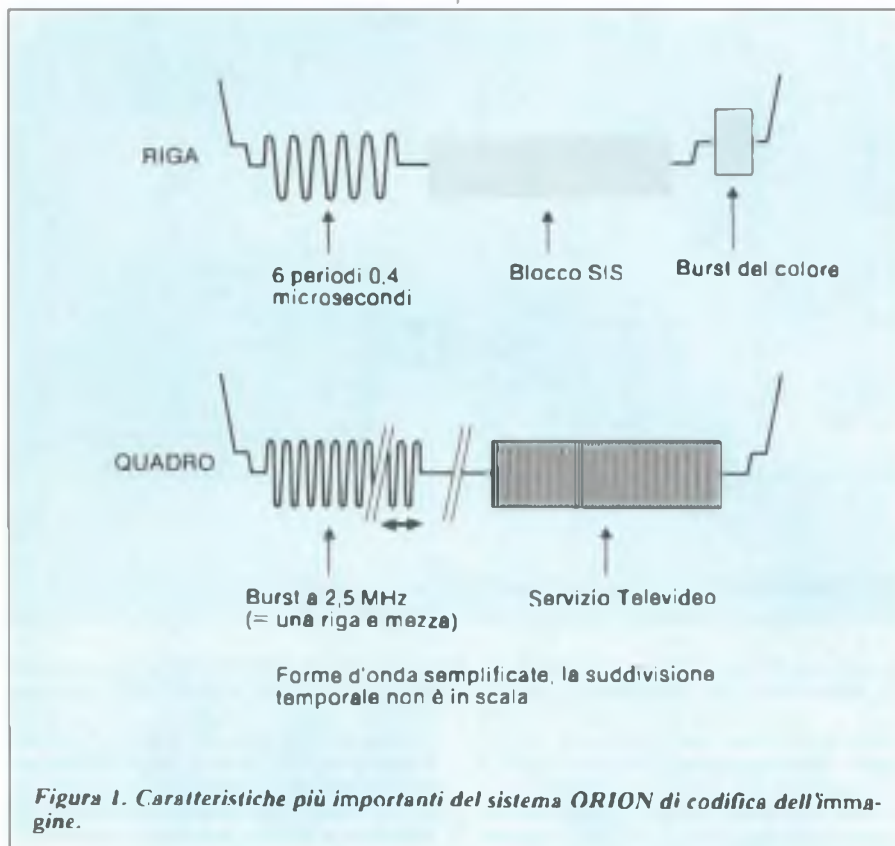

Figura 1. Caratteristiche più importanti del sistema ORION di codifica dell'immagine.
Tornando alla forma d'onda disegnata nella Figura 1 in alto, si può osservare che il burst del colore non viene codificato ed è situato in una posizione che si accorda con lo standard PAL. La can-
Inizialmente, l'unità interna è stata regolata per ottenere la massima deviazione dell'S-meter in corrispondenza al segnale Sky Channel, mettendo poi all'opera un oscilloscopio per osservare il segnale CVBS. Le conclusioni essenziali ricavate dalle misure sono mostrate schematicamente in Figura 1. Come ci si poteva attendere, l'impossibilità del
cancellazione di quadro consiste anch'essa in un burst a 2,5 MHz, ma alquanto più lungo, seguito dalle solite righe VIT e dal blocco Televideo. Occorre sottolineare il fatto che i disegni di Figura 1 sono stati volutamente semplificati. Non sono mostrate, per esempio, le lunghezze variabili dei burst di sincronismo di quadro e gli effetti dell'interlacciamento nell'intervallo di cancellazione di riga. Ci sono molte più indicazioni nei riguardi della composizione del segnale QAK-ORION, ma una descrizione particolareggiata delle sue ca-
la corretta durata del sincronismo di riga. Osservare che entrambi i multivibratori monostabili contenuti nel 4528 sono predisposti nel modo ad avvio non ripetitivo. La porta NAND N2 combina gli impulsi di sincronismo di riga e di quadro in un segnale di sincronismo composto (CSYNC), mentre l'invertitore N3 fornisce CSYNC negato. Al fatto che Sky Channel trasmette il video invertito si pone facilmente rimedio usando l'uscita VIDEO negato dell'NE592, come detto in precedenza. Il circuito basato su T5 e D3 è un buffer clamping antidispersione, il cui funzionamento è stato descritto nell'articolo citato in (1). È facile comprendere che gli impulsi di sincronismo, ottenuti con le sezioni circuitali descritte in precedenza, devono sostituire i segnali di codifica mostrati in Figura 1. Questa operazione viene effettuata con l'aiuto degli interruttori elettronici controllati in